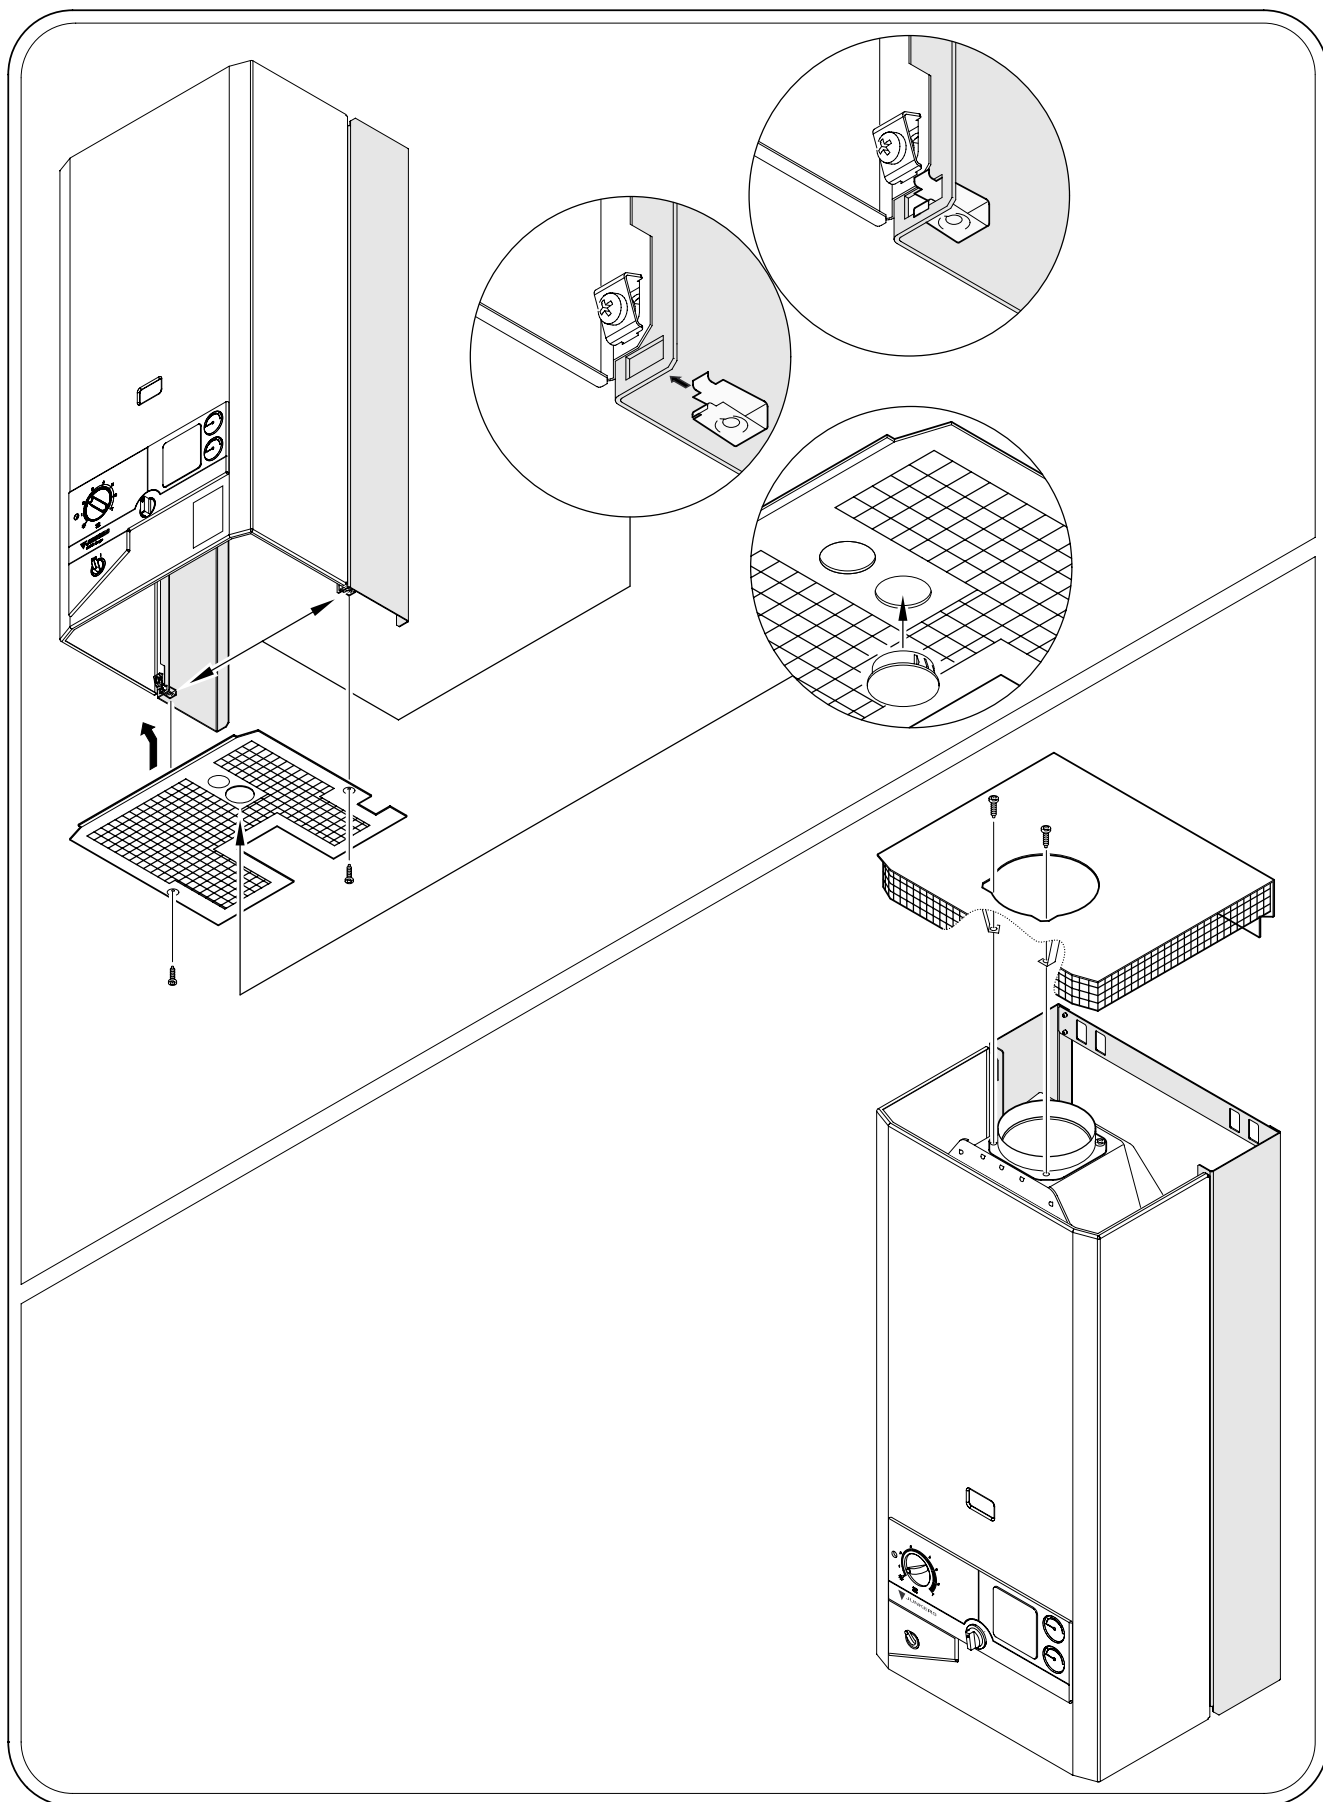

Figura 4
- Montare ove necessario il tappo (2) come indicato in figura 4.
- Dopo aver agganciato il mantello della caldaia, montare la copertura inferiore (1) come indicato in figura 4.
- Posizionare la copertura superiore in modo da far combaciare i fori dei due distanziatori con quelli del rompi-tiraggio (vedi figura 4).
- Una volta montata la copertura inferiore (1), il rubinetto di carico impianto può essere azionato intervenendo sull'apposita prolunga (5).